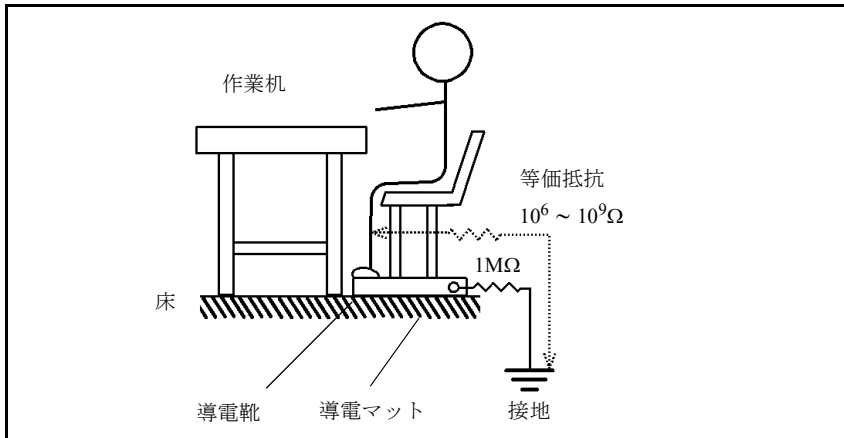

図 2-2 作業場の床の静電気対策
- 作業場の床： 導電マットの設置と導電靴の着用、および接地 (図 2-2 を参照)